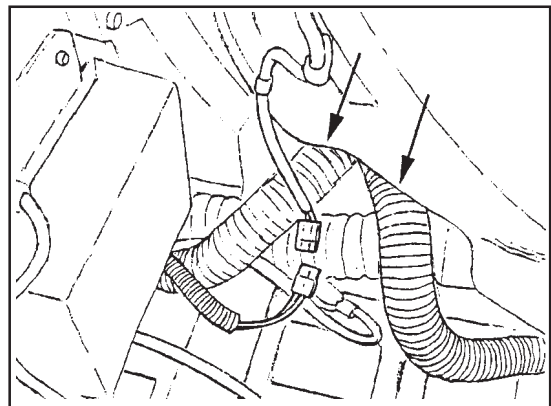

Figure 13B
14. Réinstallez le réservoir de récupération et les flexibles en s'assurant que les tuyaux d'aspiration et de la racle sont positionnés sur le dessus du tuyau d'évacuation (Voir Figure 13B).